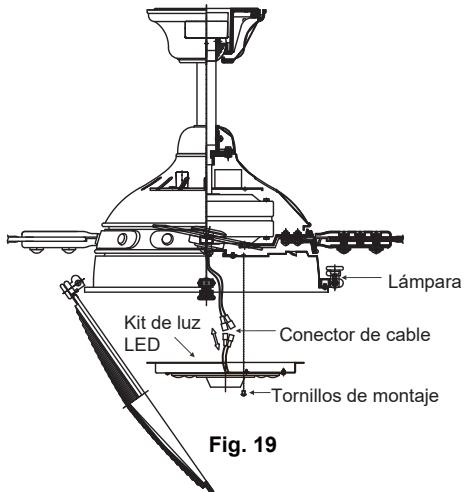

Fig. 19
**Paso 1.** Afloje los tres tornillos de montaje en el interior de la lámpara y "quite" y guarde el cuarto tornillo. (**Fig. 19**)
**Paso 2.** Mantenga la placa de luz cerca de la lámpara y conecte los cables blancos de la placa de luz y el ventilador. Siga el mismo procedimiento con los conectores de cable negro. (**Fig. 19**)
**Paso 4.** Coloque las ranuras del orificio de la llave de la placa de la luz sobre los tres tornillos previamente aflojados en la lámpara y gire la placa de la luz hasta que encaje en su lugar en la sección estrecha de las ranuras del orificio de la llave. Apriete los tres tornillos del orificio de la llave y vuelva a colocar el cuarto tornillo que retiró anteriormente y apriete firmemente. (**Fig. 19**)